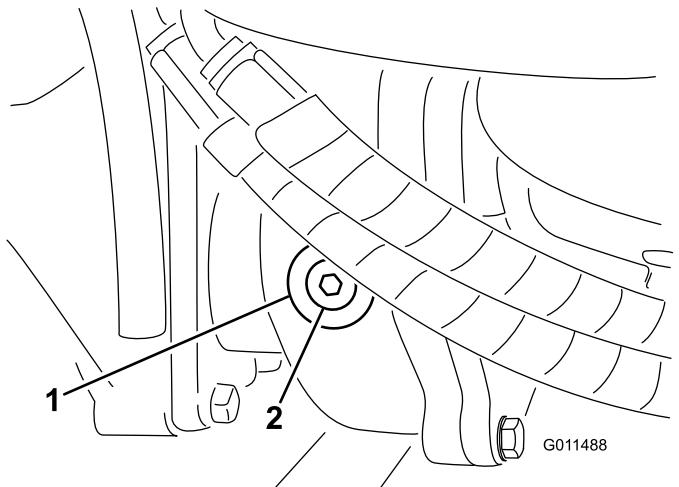

Bild 93
2. Entfernen Sie die Prüf-/Füllschraube an der linken Getriebeseite und stellen sicher, dass das Öl die Unterseite des Lochs erreicht (Bild 93).